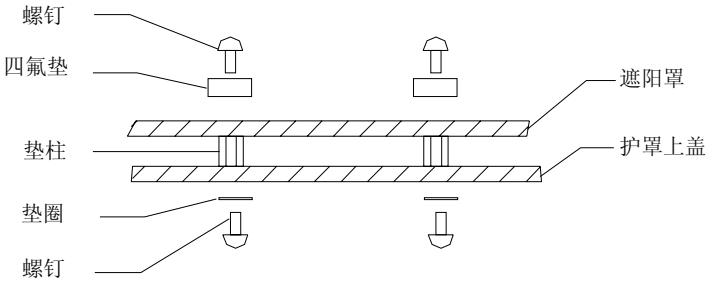

图 3
- 2. 将遮阳罩两孔位对准垫柱中心孔，用螺钉将遮阳罩固定牢固，安装位置如图 3 所示。